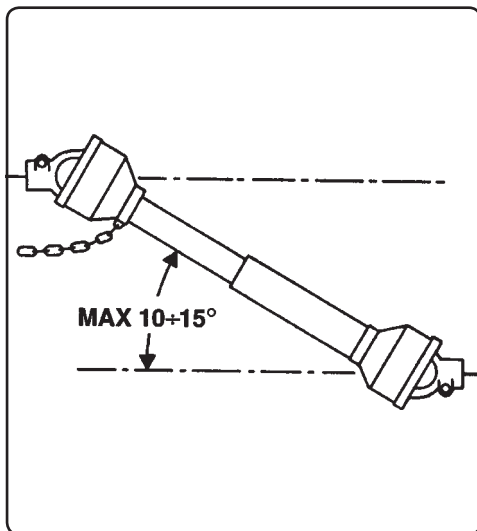

Fig. 5
- Le targhette relative alla sicurezza (Fig. 5), devono essere sempre ben evidenti; vanno tenute pulite e vanno sostituite se diventano poco leggibili.
- Disinserire, sempre, la presa di forza quando l'albero cardanico fa un angolo troppo aperto, mai oltre i 10÷15 gradi (Fig. 5).